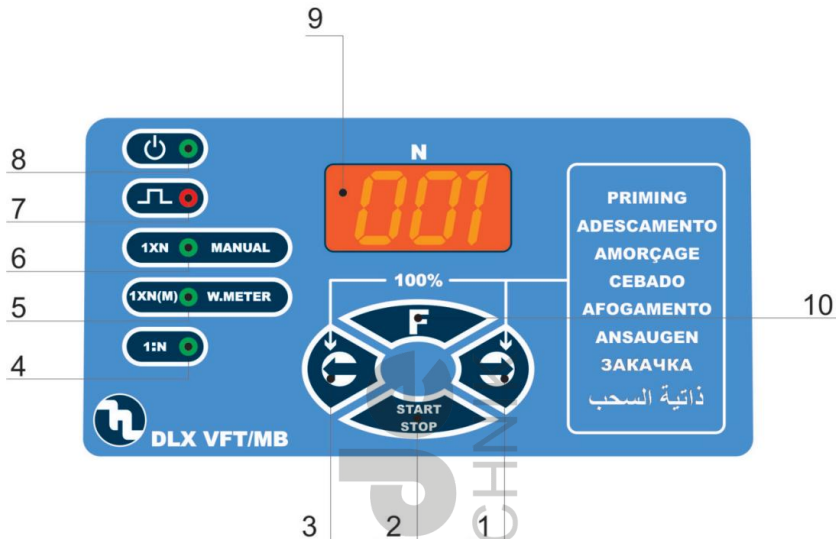

Abb. 15
7.1 - PUMPENSTEUERUNG (Abb. 15)